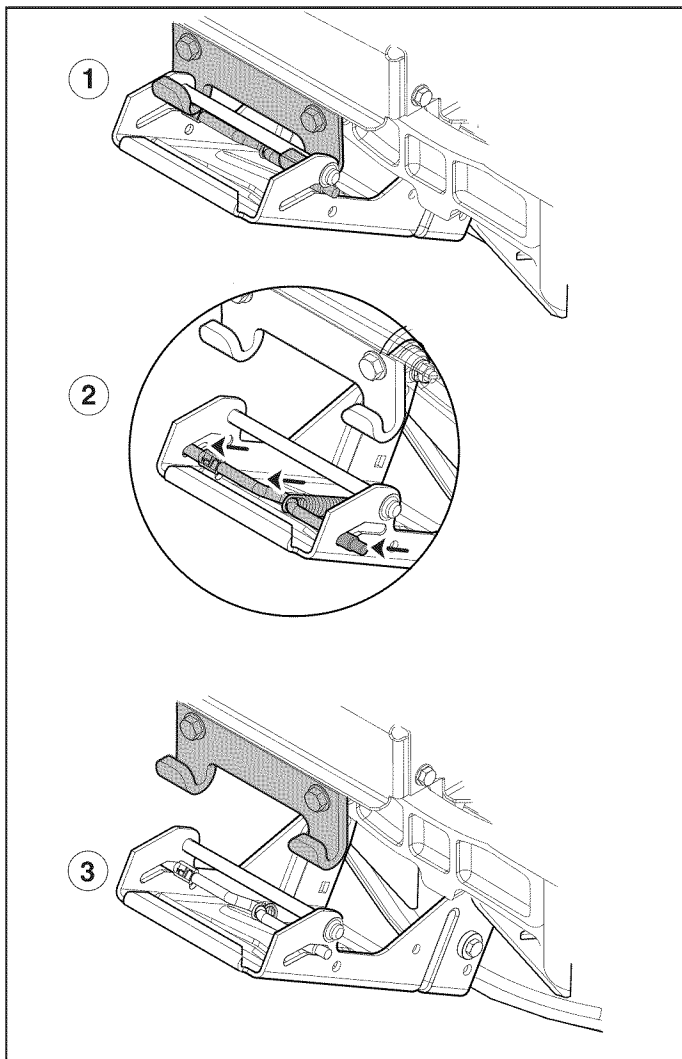

Figura 22
3. Gire las ruedas hacia adelante. Tire hacia atrás de la palanca a resorte e instale el enganche del cortacésped en las abrazaderas de enganche del tractor (ver Figura 22).